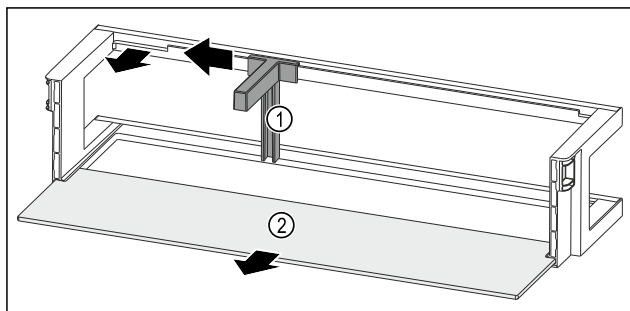

Fig. 86 Türabsteller mit Flaschenhalter und Abstellfläche
- Flaschenhalter Fig. 86 (1) bis zur Aussparung zur Seite schieben.
- Flaschenhalter Fig. 86 (1) entnehmen.
- Abstellfläche Fig. 86 (2) entnehmen.